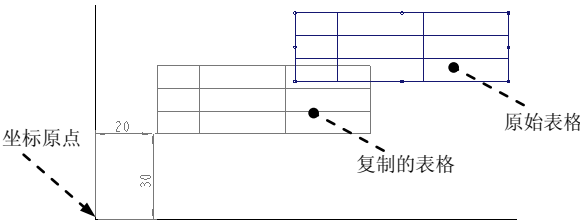

图 6.3.27 复制表格
Step4. 选择 **Abs Coords (绝对坐标)** 命令，系统提示 **输入X坐标[退出]**，输入 X 坐标 20，单击 按钮。系统继续提示 **输入Y坐标[退出]**，输入 Y 坐标 30，单击 按钮。复制结果如图 6.3.27 所示。